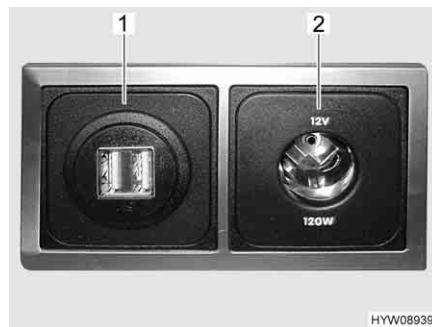

Fig. 80 Presa USB e 12 V
**Presa USB** È possibile caricare le batterie di dispositivi con corrente di carica fino a 2,5 A, collegando i dispositivi alle prese USB (Fig. 80,1).
**Pres a 12 V** Le prese da 12 V (Fig. 80,2) consentono di collegare apparecchi con consumo di corrente massimo pari a 10 A (potenza pari a 120 W).